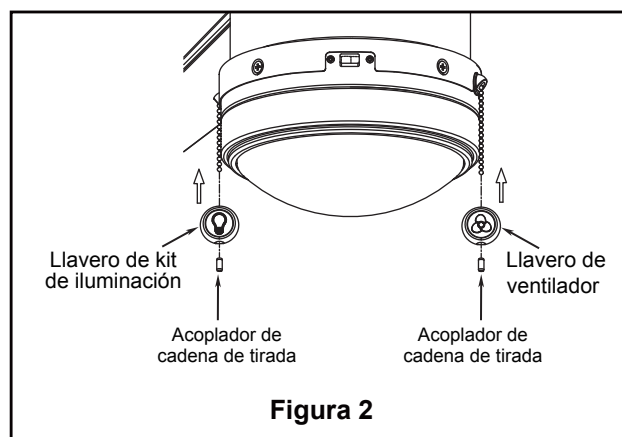

Figura 2
2. Instale el acoplador de la cadena del tirador del ventilador y iluminación. (Figura 2)